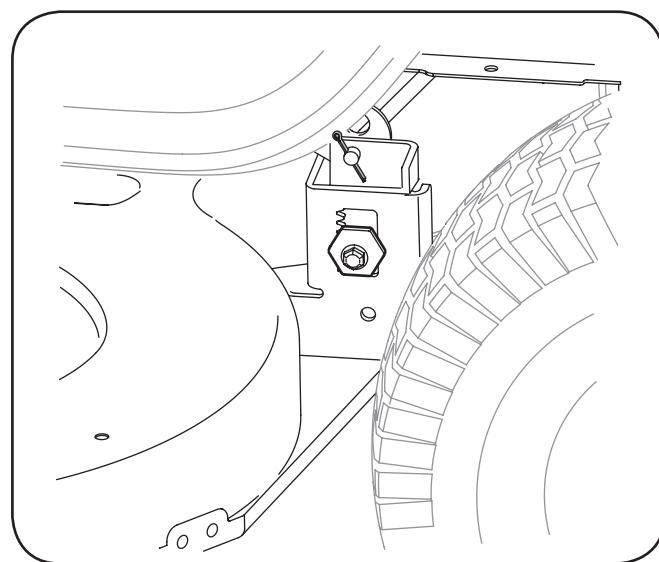

Figura 7-3
5. El 38 "Cubiertas: En cuanto a la plataforma de corte desde el lado izquierdo del tractor, busque el pasador que sujet la vara de apoyo de cubierta en la parte trasera izquierda de la cubierta. Véase la figura. 7-3. Quite la chaveta que sujet la vara de apoyo de cubierta, y retirar con cuidado el apoyo de la cubierta de los brazos de elevación de la cubierta.